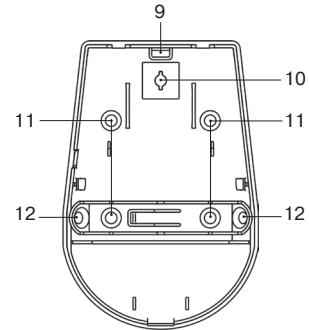

Рисунок 2 – Конструкция «Пирон-4 BLACK»
Основание корпуса с печатной платой представлены на рис. 2б).
В основании корпуса имеются выламываемое отверстие (9) для ввода проводов, а также крепежные отверстия (рис. 2в):
- (10) для крепления основания к кронштейну;
- (11) для монтажа на стене;
- (12) для монтажа в углу.